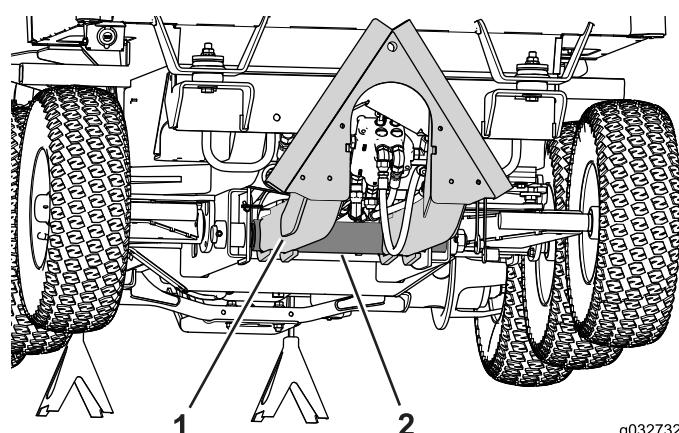

Bild 87
3. Ermitteln Sie den Drehpunkt für den Anbaugerätarm am Winterrahmen (Bild 87).